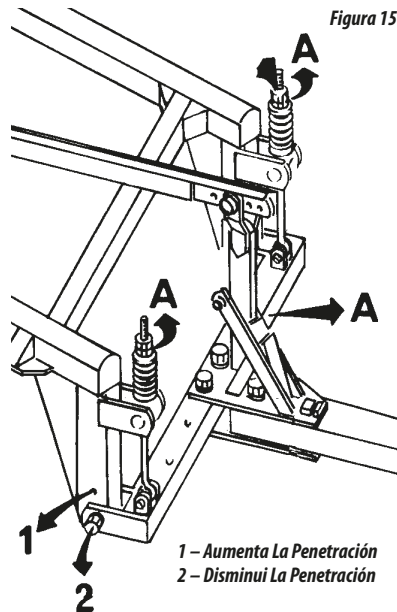

Figura 15
- 01 - El desplazamiento debe ser regulado cuando la rastra no estuviere ofreciendo un perfecto acabamiento, es decir, dejando huellas del tractor en el suelo. La rastra debe trabajar centralizada con la línea de tracción del tractor, para hacerlo, cambie de posición las placas superior e inferior item 1 figura 15 de la lanza de tiro para la derecha o izquierda conforme figura 15.